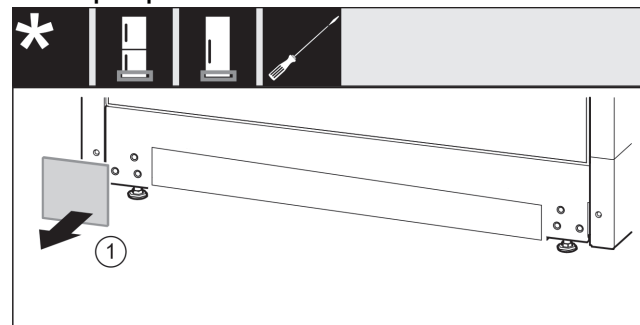

Fig. 14
- ▶ Зніміть кришку. Fig. 14 (1)